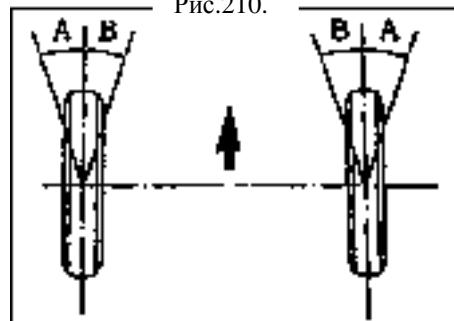

Рис.210.
- (a) Поверните рулевое колесо до упора вниз и измерьте угол поворота (рис.210).